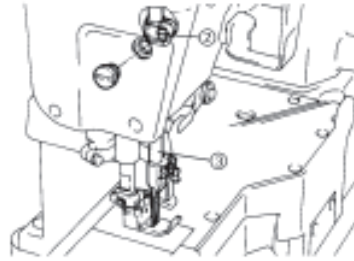

Fig. 1
Loosen screw (item 2), and move the needle bar (item 3) up or down, adjust the needle bar height corresponding to needle gauge (see Fig 1.)
Afloje el tornillo (artículo 2), y mueva la barra de la aguja (artículo 3) hacia arriba o abajo, ajuste la altura de la barra de la aguja a la correspondiente en el indicador de la aguja (vea Fig.1).
Después de este ajuste, antes de apretar el tornillo (artículo 2) (vea Fig. 1), asegúrese que cada aguja pasa a través del centro del agujero de la aguja en la plancha de agujas y que la separación (b) (vea Fig. 3) sea igual como se muestra.